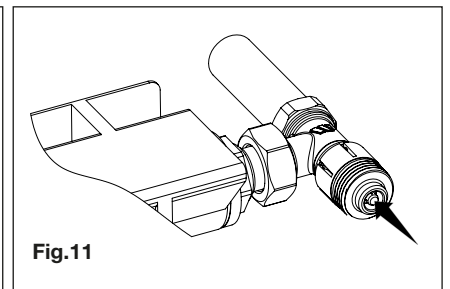

Fig.11
- Agganciare la ghiera a scatto (Fig.11);